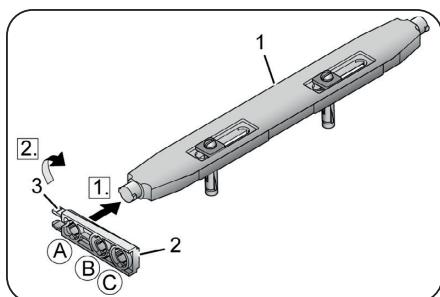

Abb. 4
2. Stecken Sie die Auflagebrücke (1, Abb. 4) je nach gewünschter Sitzhöhe in eine der Bohrungen A, B oder C der Höhenstützen (2, Abb. 4).
3. Drehen Sie die Höhenstützen um 90°. Die Rastnasen (3, Abb. 4) müssen nach oben zeigen.